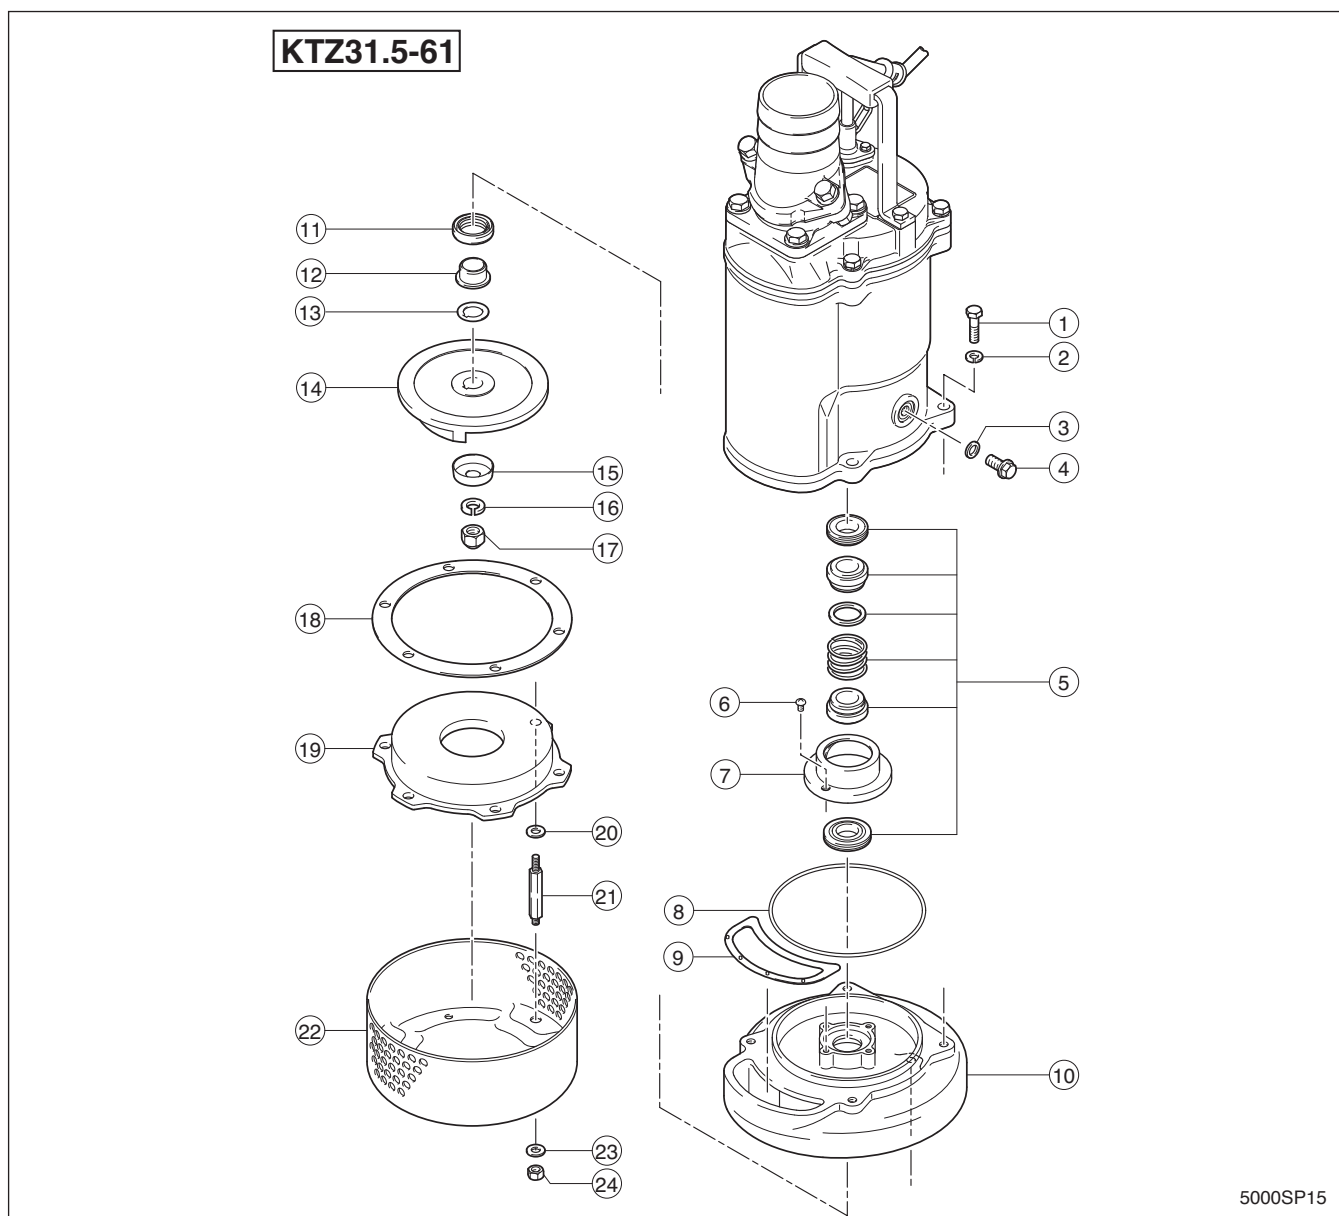

FIGURE 1.14 VUE ÉCLATÉE
Le schéma de la pompe sur la figure 1.14 est basé sur la construction du modèle KTZ21.5-61 / KTZ31.5-61 2 HP. Toutefois, les modèles KTZ triphasés de 3 HP, 5 HP et 7,5 HP sont construits de la même manière que les modèles KTZ21.5-61 et KTZ31.5-61, à ceci près que le manchon (12) n'est pas appliqué aux modèles 5 HP et 7,5 HP.
1. Retrait de la crépine (22)